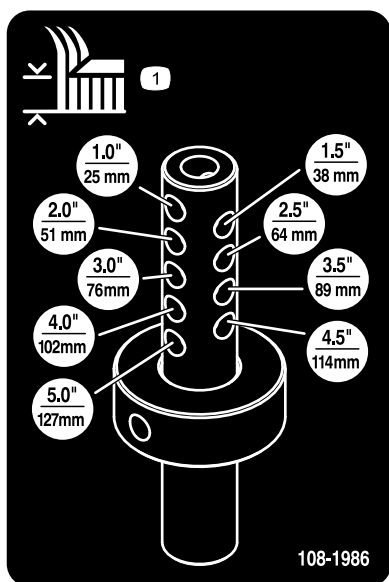

Figura 10
6. Alinhe o anel de altura de corte nos orifícios de altura de corte desejados na vareta da altura de corte (Figura 10).